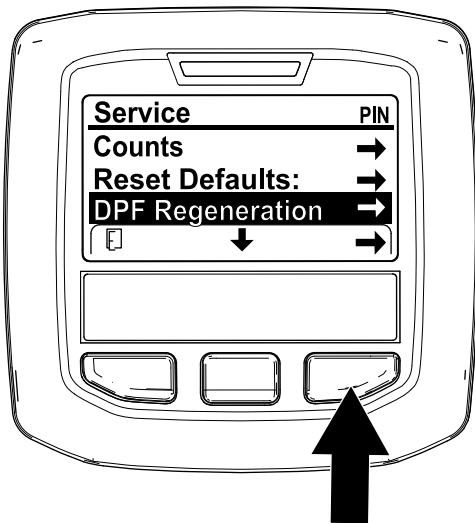

Figura 39
1. Aceda ao menu de manutenção, pressione o botão central para se deslocar para a opção REGENERAÇÃO DO DPF (Figura 39).
2. Pressione o botão direito para seleccionar a entrada Regeneração do filtro de partículas de gásóleo (Figura 39).